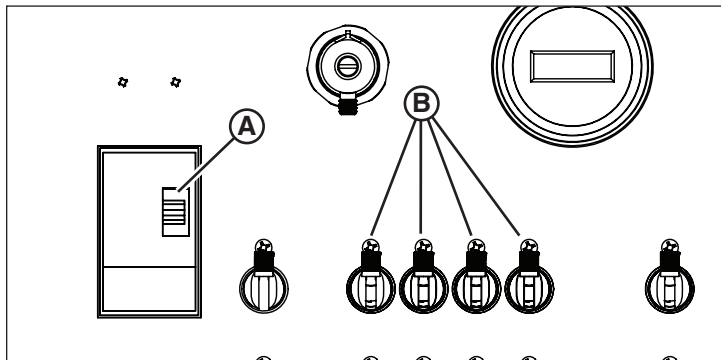

Figure 19
- Mettre le disjoncteur sous tension (**A**, Figure 19), s'il est sur OFF).
- Mettre les commutateurs d'éclairage individuels (**B**, Figure 19) (1 - 4, si réglé à OFF).